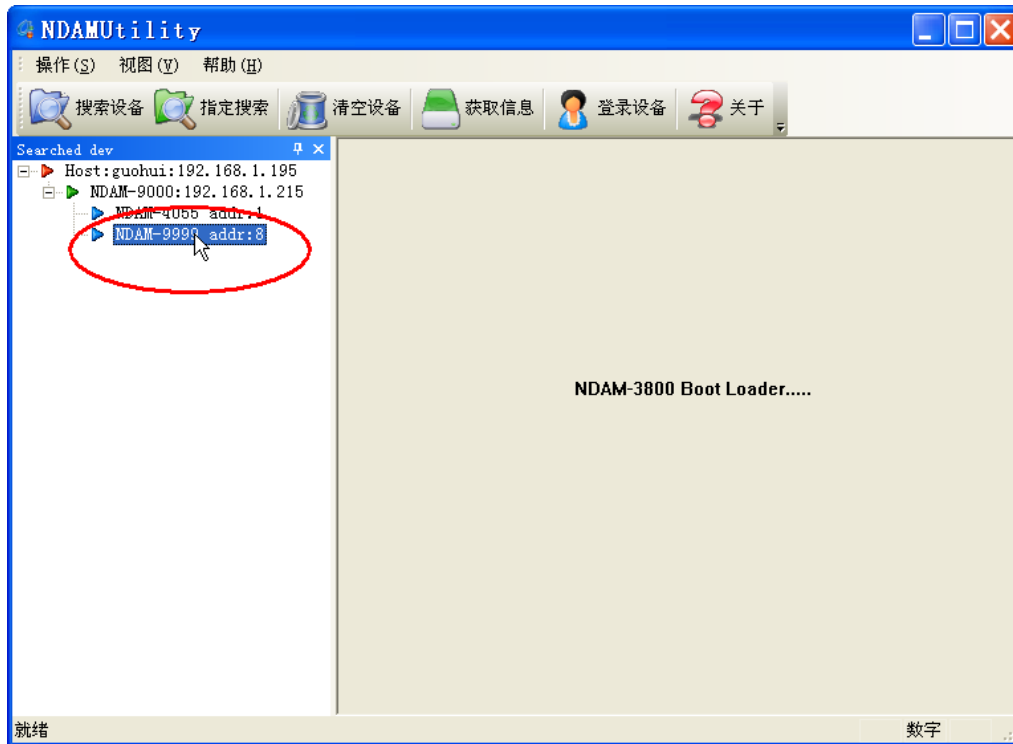

图 4.12 选中设备
③ 完成后点击“确定”，重新进行设备搜索即可进行正常工作。
① 将拨码开关第 1 位和第 3 位设置为 OFF、第 2 位和第 4 位设置为 ON，给模块重新上电；
② 搜索并登陆设备，选中“NDAM-9999 addr: 8”，如图 4.12 所示；